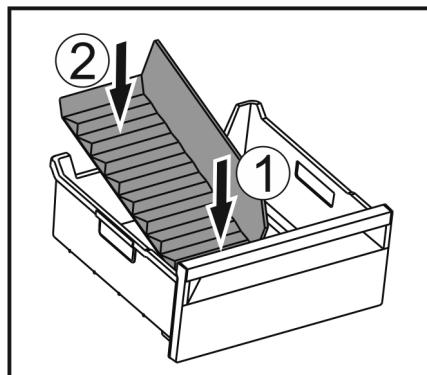

Fig. 146
- Вставити передню частину перегородки відділення для льоду. Fig. 146 (1)
- Опустити задню частину перегородки відділення до dna ящика для кубиків льоду. Fig. 146 (2)